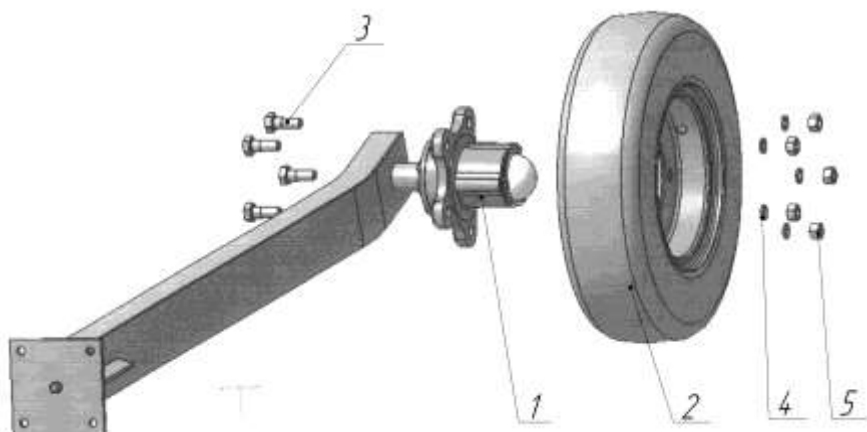

Рис.9 Сборка колеса опорного
7.2.2 Закрепите шины с дисками 2 на ступицах 1 опорных колес пятью болтами 3 и затяните гайками 5 с пружинными шайбами 4 (рис.9). При установке на ступицы наружным ставьте обод с отверстием $\varnothing 16$ мм.